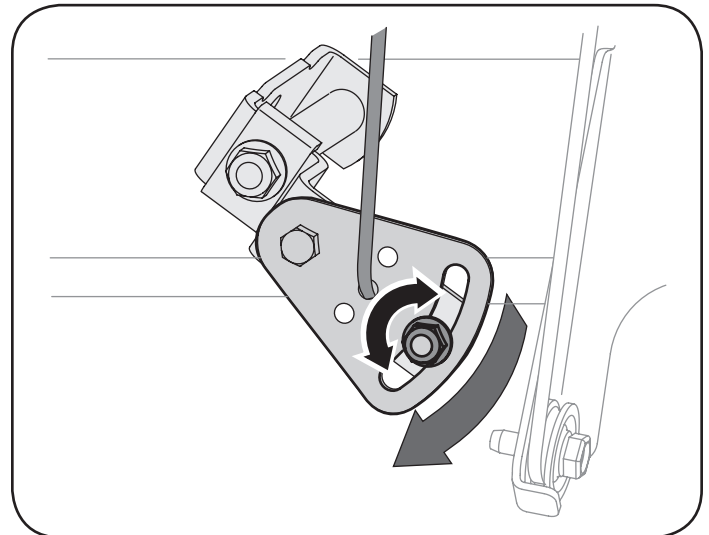

Figura 24
2. Afloje la tuerca hexagonal del soporte de posicionamiento del cable de cambios. Vea la Figura 24.